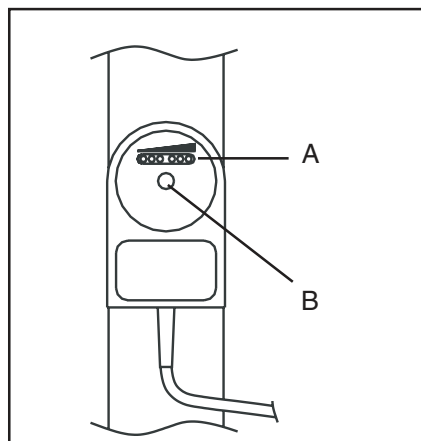

Fig. 15
OBS: Kontroller, at flowafbryderen sidder korrekt, se fig. 15.
4. Skru nylonkraven 'B' af (fig. 15).
5. Kontroller, at flowafbryderen vender rigtig (se fig. 15).